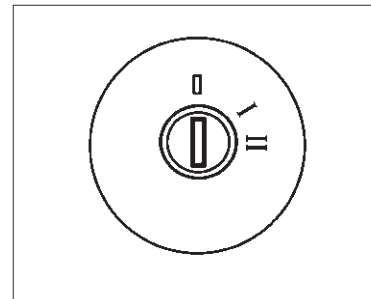

Рис. 35. Выключатель зажигания
**0 (рис. 35) – выключено.** Положение фиксированное. Ключ вынимается.